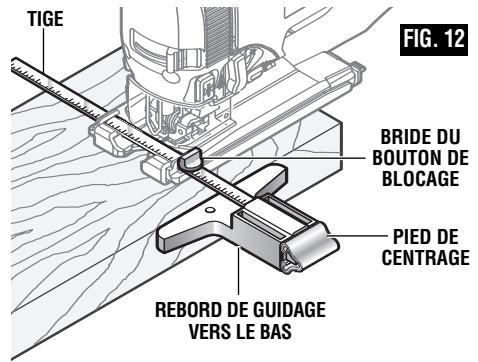

FIG. 12
Cet accessoire est disponible moyennant supplément de prix. Il permet d'exécuter des coupes rectilignes et circulaires précises en rapidité (Fig. 12).
1. Enfilez la tige du guide dans la bride du bouton de blocage puis par les fentes prévues dans la semelle en commençant par l'un ou l'autre côté de la semelle et avec le rebord de guidage tourné vers le BAS (Fig. 12).
2. Accrochez la bride du bouton de blocage sur le bord de la semelle, réglez le guide à la largeur désirée et serrez fermement la bride du bouton de blocage (Fig. 12).